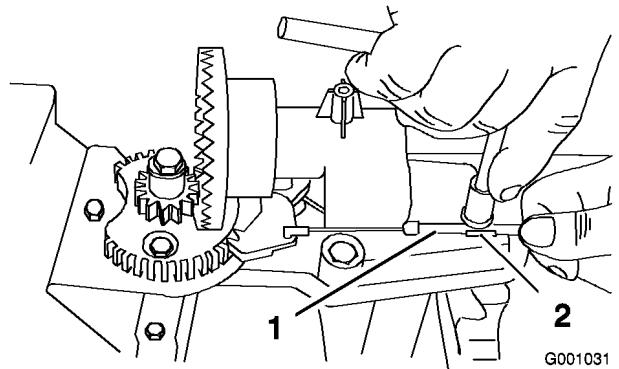
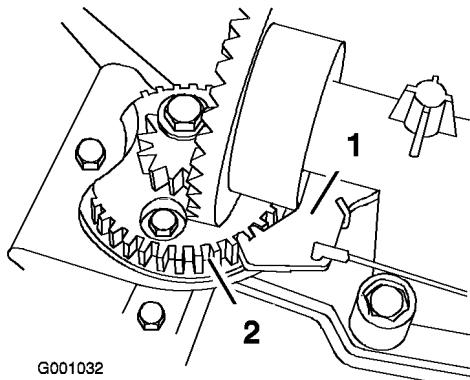

Figura 47
Figura 48
- Allentate il bullone sul serrafile per cavi (Figura 47).
- Afferrate la guaina del cavo e spostatela verso la parte anteriore della macchina finché il fermo del cammino di scarico non s'innesta completamente nei denti degli ingranaggi (Figura 47 e Figura 48).
Nota: Il fermo a molla si inserisce automaticamente tra i denti degli ingranaggi (Figura 48).